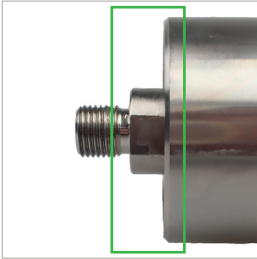
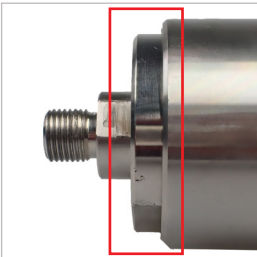

Abbildung 14
Abbildung 15
- ▶ Stecken Sie den Nippelinsert mit montiertem Füllschlauch geradlinig in den Kupplungskörper (Pos. 1), bis die Planfläche des Nippelinsertes nicht mehr über die Vorderkante des Kupplungskörpers übersteht. Falsch = siehe *Abbildung 15*, korrekt = siehe *Abbildung 14*.